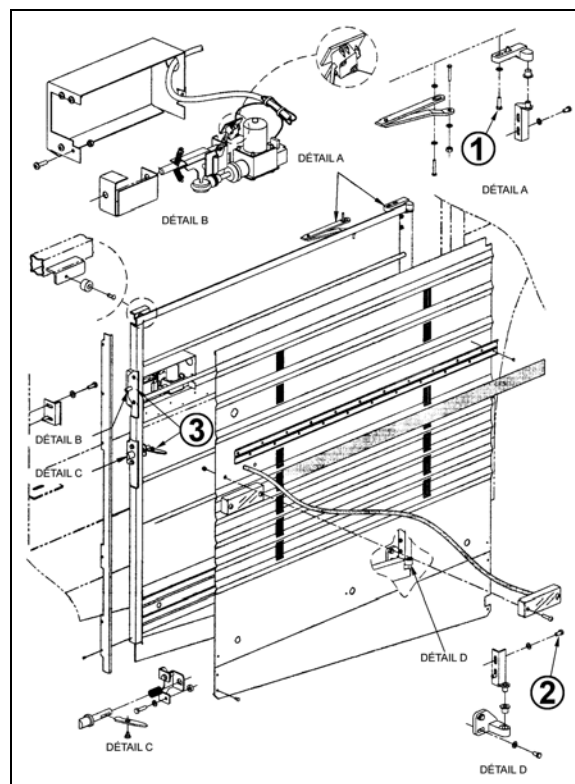

FIGURE 35 : PORTE DROITE DU COMPARTIMENT MOTEUR
1. Desserrer les boulons (1, Figure 35) qui fixent la charnière à la structure du véhicule pour déplacer la porte vers l'intérieur ou l'extérieur et vers le haut ou le bas.
2. Desserrer les boulons (2, Figure 35) permet de déplacer la porte vers la gauche ou la droite et vers le haut ou le bas.
Pour ajuster le mécanisme de verrouillage (3, Figure 35) et la gâche :